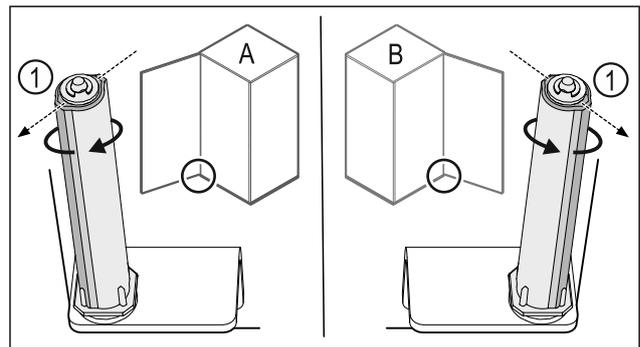

Fig. 30 Отваряне наляво (A) / отваряне надясно (B)
- ▶ Въртете затварящата система срещу съпротивлението, докато ребро на затварящата система Fig. 30 (1) сочи навън.